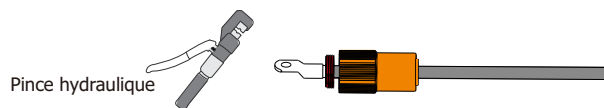

Figure 4.2-3
Étape 2 : Sertissez la borne métallique, comme indiqué sur l'illustration 3.5, et à la Figure 4.2-3.